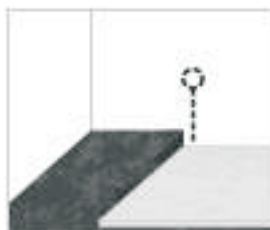

Рис.7
- Уложите теплоизолирующий материал (Рис. 7).
- Насыпьте слой песка 5 см, полейте его водой и уплотните (Рис.7).